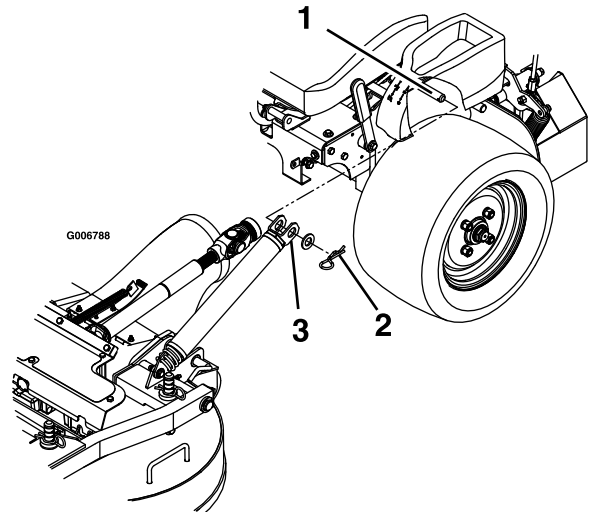

Figure 67
3. Retirez les goupilles fendues et les rondelles sur le haut du ressort d'aide au levage du tablier de coupe de chaque côté de la machine (Figure 67).
8. Placez les ressorts sur les goupilles d'ancrage sous les consoles gauche et droite, et fixez-les avec une rondelle et une goupille fendue (Figure 67).